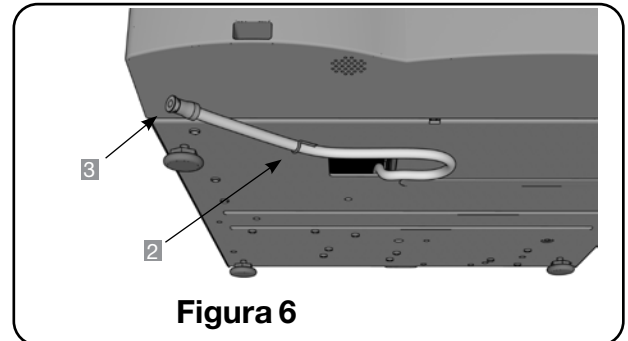

Figura 6
Para ajustar a bomba da STATIM, siga estes passos (consulte a Figura 6):
2. Usando o tubo de drenagem (consulte a seção 3.5 Ajuste da bomba, Figura 6), esvazie o conteúdo do reservatório no recipiente de água.